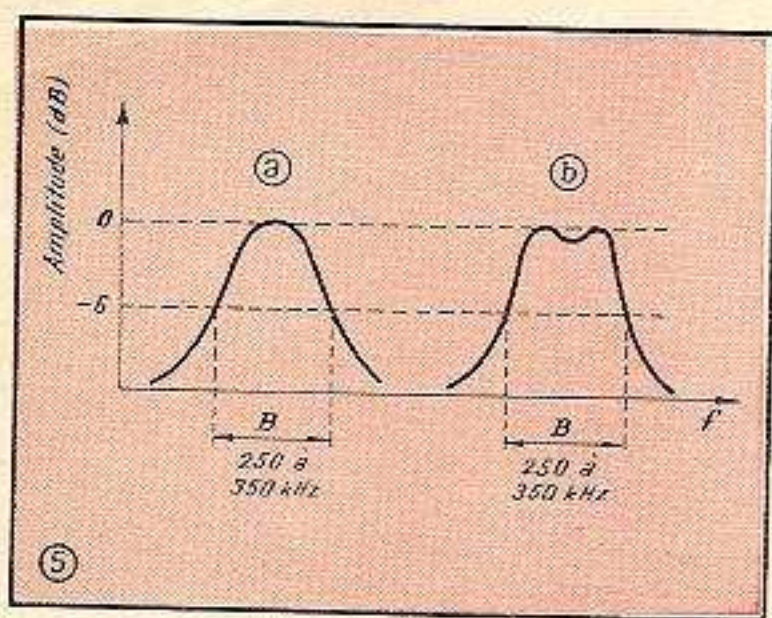
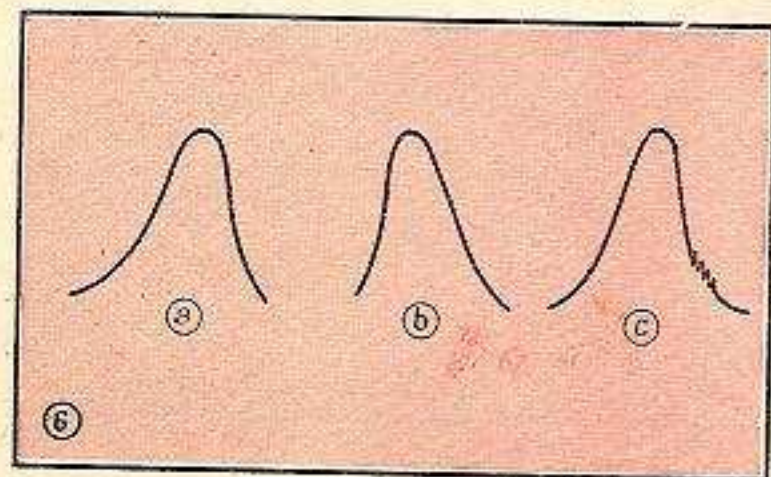

Fig. 5. — Allure des courbes observées lors d'un réglage au vobuloscope.
Fig. 6. — Allure anormale des courbes observées.
4. — Régler le primaire et le secondaire du transformateur M.F. 3, de façon à observer, sur l'écran du vobuloscope, une courbe de réponse aussi symétrique que possible. Cette courbe peut être à un seul sommet (fig. 5 a) ou à deux bosses (fig. 5 b), suivant la conception des bobinages, mais ce qui est important, c'est sa largeur au niveau -6 dB, qui doit être de 300 à 400 kHz. Par ailleurs, tout défaut de symétrie (fig. 6 a et 6 b), ou tout « accident » (fig. 6 c) dénotent une anomalie dans le fonctionnement de l'amplificateur : excès ou insuffisance de neutrodynage, tendance à l'accrochage, etc. Mais ce sont là des questions que nous ne pouvons guère aborder ici ;
6. — Régler le primaire et le secondaire du M.F. 2 de façon à obtenir une courbe ayant la même allure générale que celles de la figure 5, mais dont la largeur, à -6 dB, ne dépasse guère 250 kHz ;